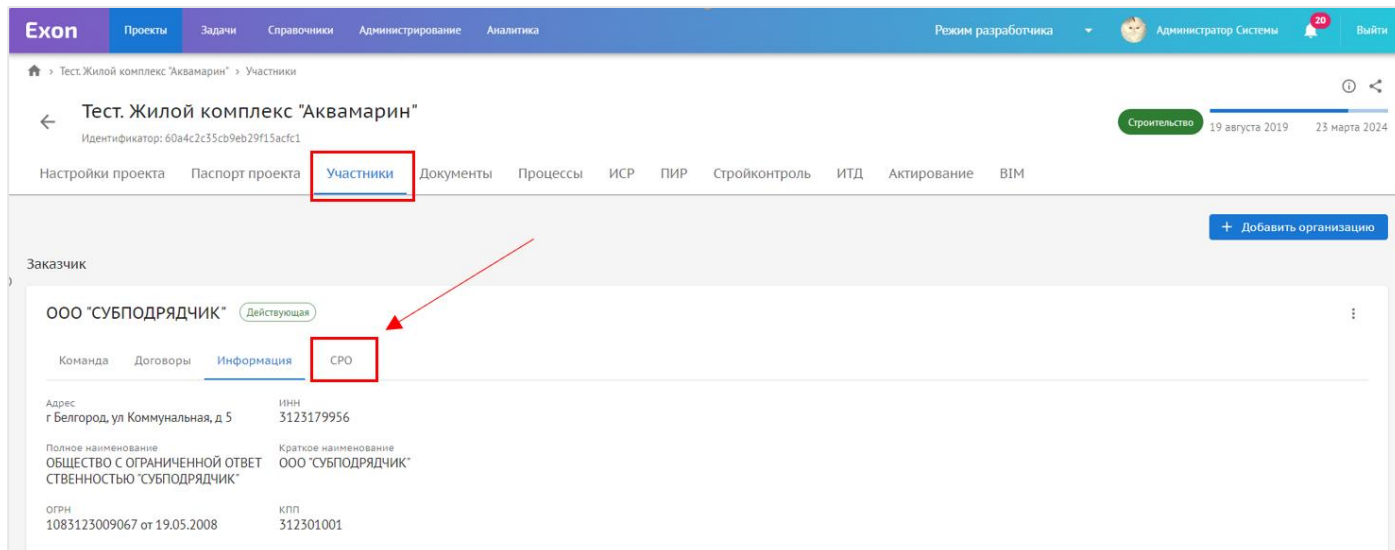

Рис. 27 – Вкладка «СРО»
1. Перейти на карточке организации во вкладку СРО (рис. 27);